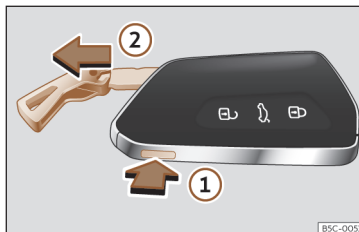

Fig. 72 Chave do veículo: retirar o palhetão.
- Se pressionar o botão»» Fig. 72 ① uma vez o palhetão desbloqueia-se e aparece uma argola em forma de porta-chaves.
- Mantenha o botão ① pressionado e, simultaneamente, puxe a argola na direção da seta»» Fig. 72 ② para retirar totalmente o palhetão.